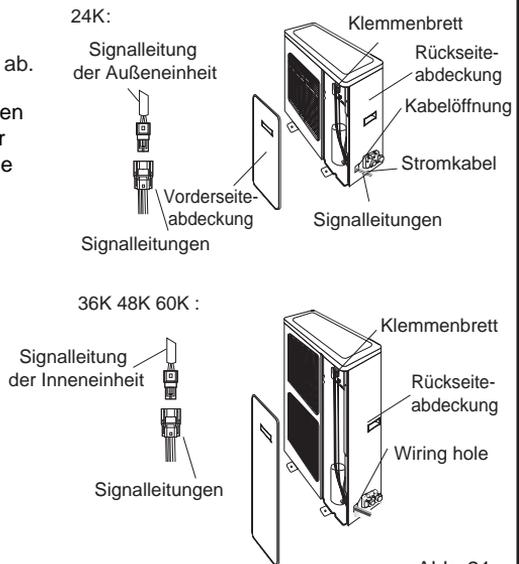

Abb. 21
2. Schließen Sie alle Kabel und Leitungen nach dem elektrischen Diagramm der Inneneinheit an und befestigen Sie sie anhand anpassender Kabelschellen (siehe Abb. 21).